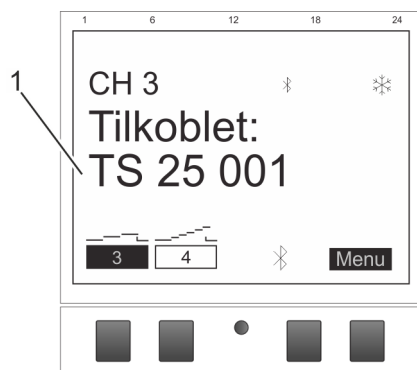

Fig. 10: Kanalutvidelse er koblet til fordelingstidsur
6. Kanalutvidelsen viser navnet på den tilkoblede enheten ved aktiv forbindelse (Fig. 10/1).